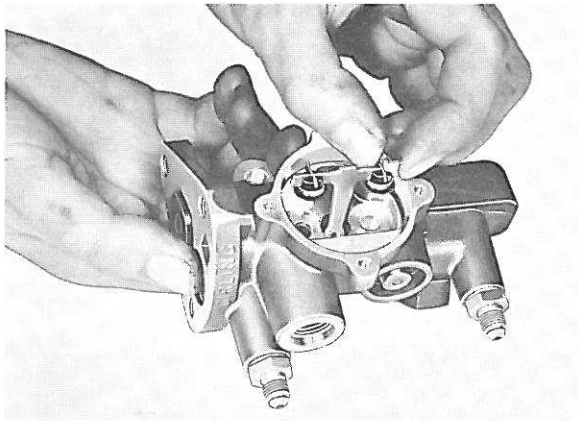

Figure 89. Démontage du doigt de commande
3. Monter les soupapes (2 et 12, figure 77 et 97) sur le doigt de commande (3) et remettre le tout en place dans le carter, voir figure 89. Monter le ressort (4), l'étrier (11), les rondelles et les vis (10). Serrer les vis au couple de 0,3 à 0,4 m. kg. Vérifier le fonctionnement du système en poussant le piston de commande d'avant en arrière et vice-versa (figure 98), les soupapes devront alors s'ouvrir et se fermer. En position normale, la